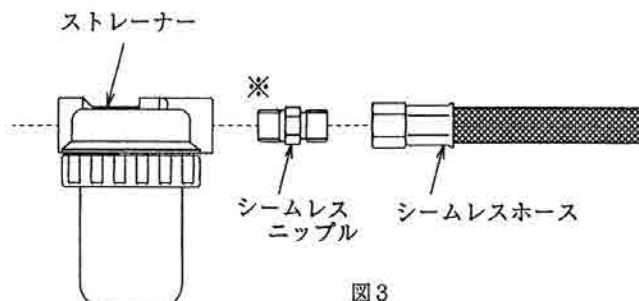

図3
- 2) オイルストレーナーを現場組付け時は図3のように、※印部にシールテープを巻いて油漏れの無いよう充分締め付けてください。
- 5) 図3のようストレーナーの油入口にシームレスニップルを付けてシームレスホースと接続して下さい。